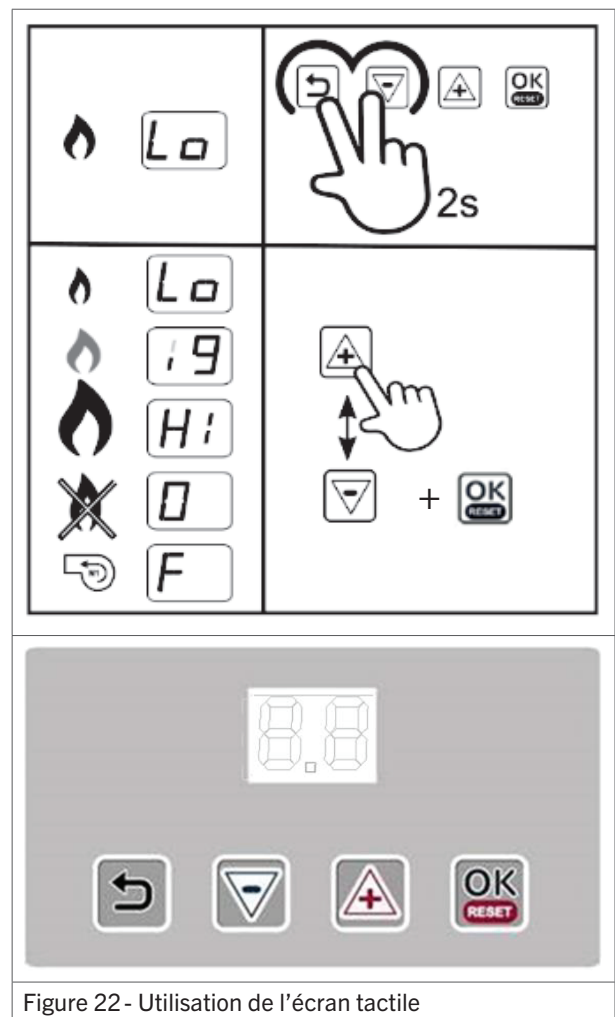

Figure 22 - Utilisation de l'écran tactile
1. Appuyer pendant quelques secondes sur les touches **Retour** et **(-)** (figure 22). L'écran affiche alternativement les indications Lo et St, ce qui indique que l'aérotherme démarrera à la puissance minimale.
2. Appuyer sur les touches **(+)** et **(-)** pour sélectionner alternativement les puissances maximale et minimale (figure 22).